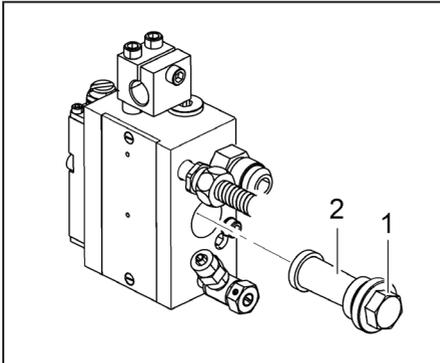

Bild 3: Filterpatrone ein- oder ausbauen
- Entfernen Sie die Verschlussschraube (Bild3/1).
- Ziehen Sie die Filterpatrone (Bild3/2) mit einer Spitzzange heraus.